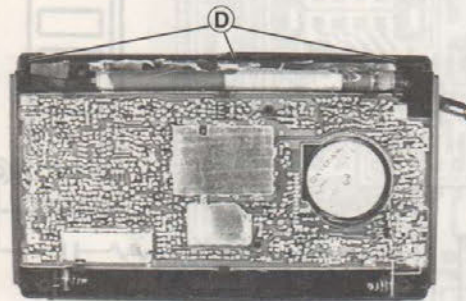

Fig.4
- Chassis an der Batteriefachseite anheben und aus der Gehäusevorderteil nehmen (3 Rastnasen (D) (Fig.4) an der Chassisoberseite).
- Lift the chassis at the side of the battery case and remove the front panel (3 latches (D) (Fig.4) at the chassis top).